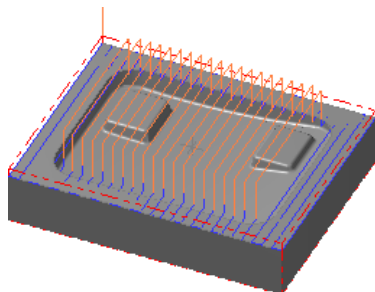
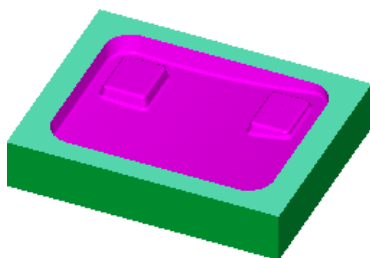

图 10.21 刀具路径
图 10.22 仿真结果图
(1) 设置曲面参数。在“曲面精加工平行铣削”对话框中单击 **曲面参数** 选项卡，然后在 **进给下刀位置** 文本框中输入 5，在 **加工面预留量** 文本框中输入 0。
(2) 设置精加工平行铣削参数。在“曲面精加工平行铣削”对话框中单击 **精加工平行铣削参数** 选项卡。然后在 **大切削间距 (M)** 文本框中输入值 6.0；在 **切削方式** 下拉列表中选择 **双向** 选项。
Step5. 单击“曲面精加工平行铣削”对话框中的 按钮，同时在图形区生成图 10.21 所示的刀具路径。
(1) 在 **刀具路径** 选项卡中单击 按钮，然后单击“验证已选择的操作”按钮 ，系统弹出“验证”对话框。
(2) 在“验证”对话框中单击 按钮。系统将开始进行实体切削仿真，结果如图 10.22 所示。单击 按钮关闭“验证”对话框。